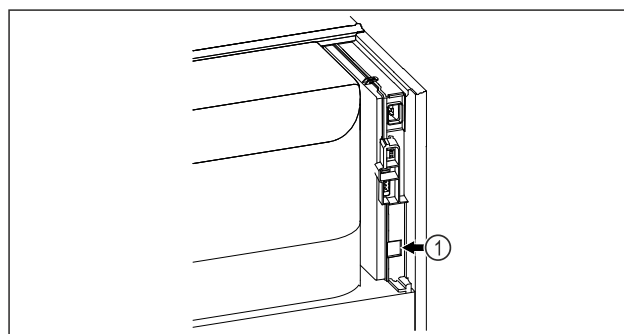

Fig. 61
- ☐ Je používán SmartModule Fig. 61 (1).